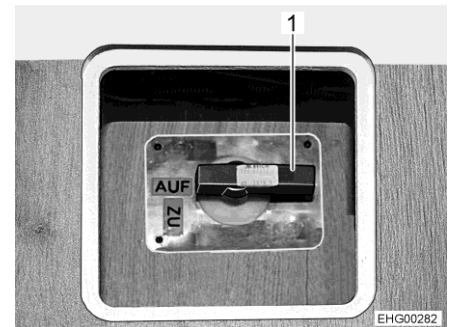

Bild 107 Bedienhebel für Ablasshahn
- Ablasshahn öffnen. Dazu Bedienhebel (Bild 107,1) in Stellung "AUF" drehen.
- Ablasshahn wieder schließen. Dazu Bedienhebel (Bild 107,1) in Stellung "ZU" drehen.